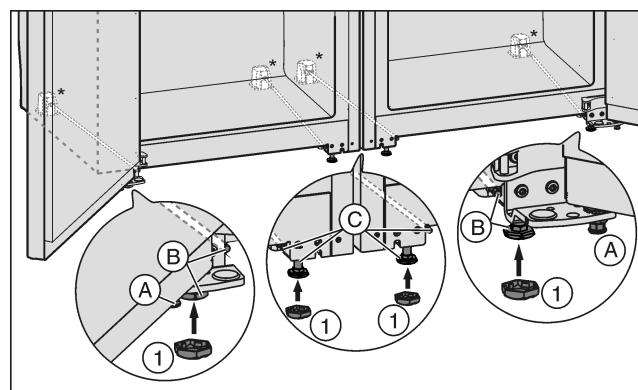

Fig. 21
► Dado el caso, enrosque totalmente las patas de ajuste Fig. 21 (A) delanteras de ambos aparatos para que no haya contacto con el suelo.
► Coloque tapones Fig. 21 (1) en las cuatro patas de ajuste delanteras.
- Enrosque las patas de ajuste intermedias Fig. 21 (C) para que no haya contacto con el suelo.
- Alinee el combinado con las patas de ajuste exteriores Fig. 21 (B).
- Vuelva a bajar las patas de ajuste intermedias *Fig. 21 (C)* hasta que toquen el suelo.
- Despues, apoyar la puerta: Baje las patas de ajuste *Fig. 21 (A)* en el soporte de cojinete hasta que descansen sobre el suelo; a continuación, gire otros 90°.